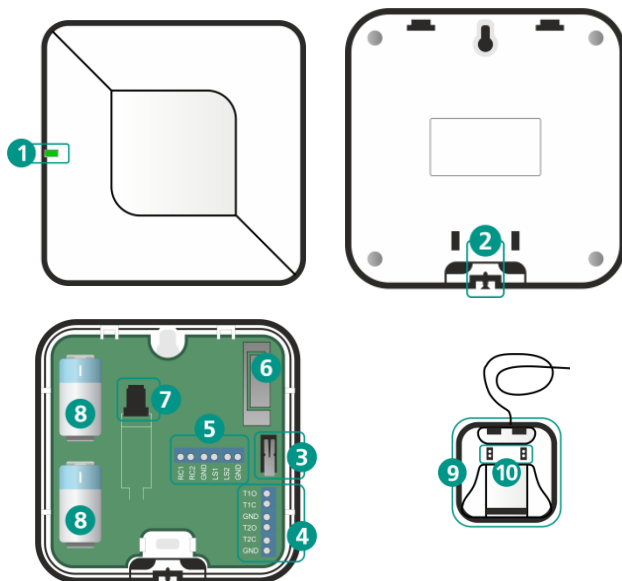

Рисунок 2.1 – Внешний вид модуля
Модуль оснащен встроенным тампером (3, рисунок 2.1) для контроля вскрытия корпуса.
** На плате модуля предусмотрен разъем (7, рисунок 2.1) для подключения к сети 230 В через адаптер питания 5 В, 1 А.
Выносные сенсоры протечки воды располагают на полу контактами (10, рисунок 2.1) вниз в местах с потенциальной возможностью протечки воды (например, под радиаторами отопления, в местах сочленения труб, под стиральными и посудомоечными машинками).